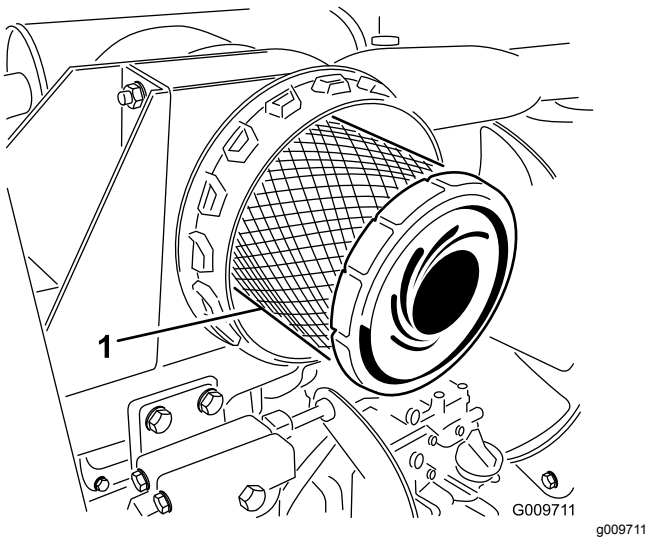

Figura 31
3. Retire e substitua o filtro primário (Figura 31). Não se recomenda a limpeza do elemento usado devido a possibilidade de danos no meio do filtro. Inspeção o filtro novo para ver se sofreu danos durante o transporte, verificando a extremidade vedante do filtro e o corpo. **Não utilize um elemento danificado.** Insira um filtro novo aplicando pressão no anel exterior do elemento para o assentar no recipiente. **Não pressione no centro flexível do filtro.**